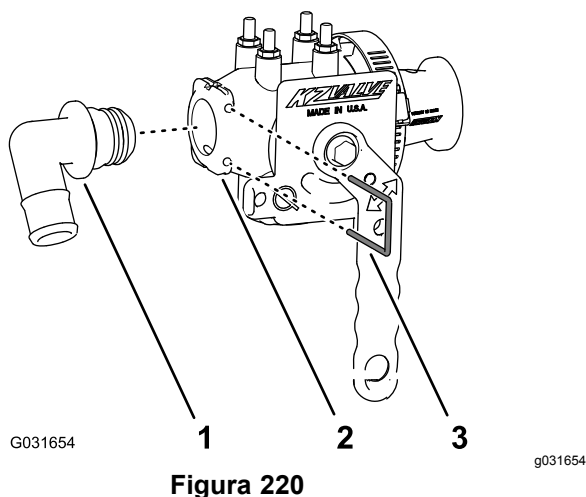

Figura 220
1. Alinee el acoplamiento dentado de 90° (Pieza Toro N° 131-3727) con la válvula de cierre de líquido (Pieza Toro N° 130-7324), tal y como se muestra en la Figura 220 e inserte el acoplamiento dentado en la válvula hasta esté totalmente asentado.